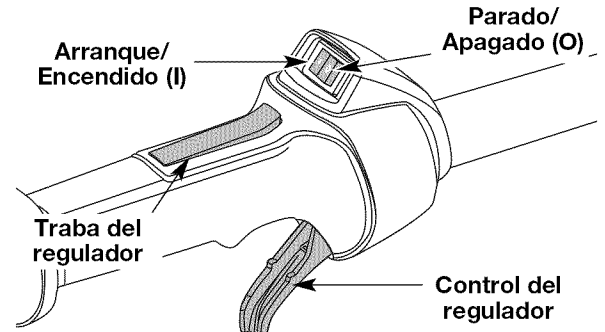

Fig. 19
**NOTA:** No hay necesidad de encender la unidad. El Control de Parada Encendido/Apagado (On/Off) está en la posición Encendido (ON) (I), en todo momento (Fig. 19).
2. Oprima y mantenga oprimido el control de encendido y apagado en la posición de **APAGADO** (O) hasta que el motor se detenga por completo (Fig. 19).